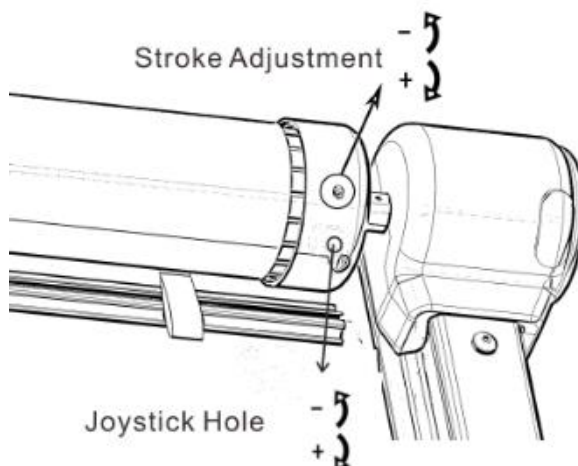

Figure C32
3.13.3 Ist der Öffnungsweg der Markise zu groß oder zu klein, kann man mithilfe der Zierkappe an der Motorendabdeckung die Einstellöffnung A mit einem Inbusschlüssel feinjustieren, um den Öffnungsweg zu vergrößern oder zu verkleinern (Abbildung C32).